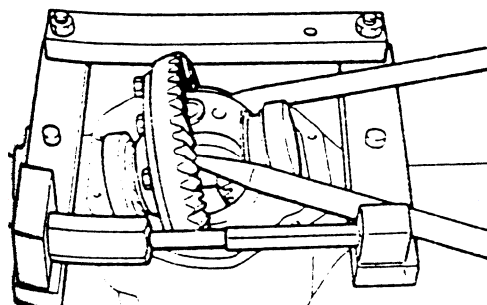

图 4-105 拆卸差速器总成
(1) 拆卸差速器总成时，按图 4-105 所示用 2 根杠杆将差速器撑起，在拆下差速器后，再拆卸延展器，小心切勿伤及从动大齿轮与差速小齿轮，把边轴承内座圈、主动齿轮、固定销、差速小齿轮拆下，在轴承座上作记号标记拆卸的位置。